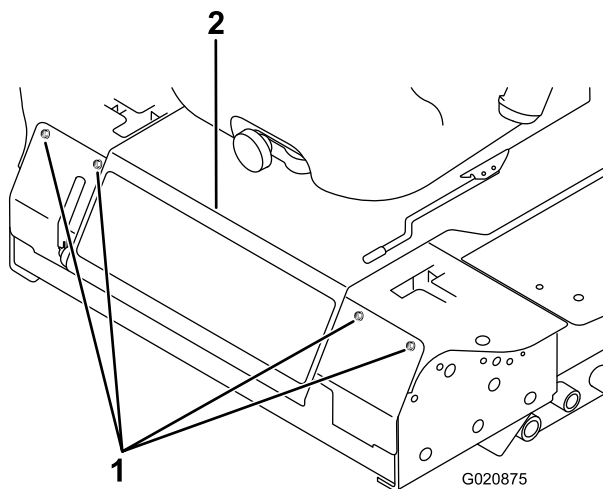

Figura 55
3. Afloje los pernos del panel delantero y retire el panel (Figura 55).